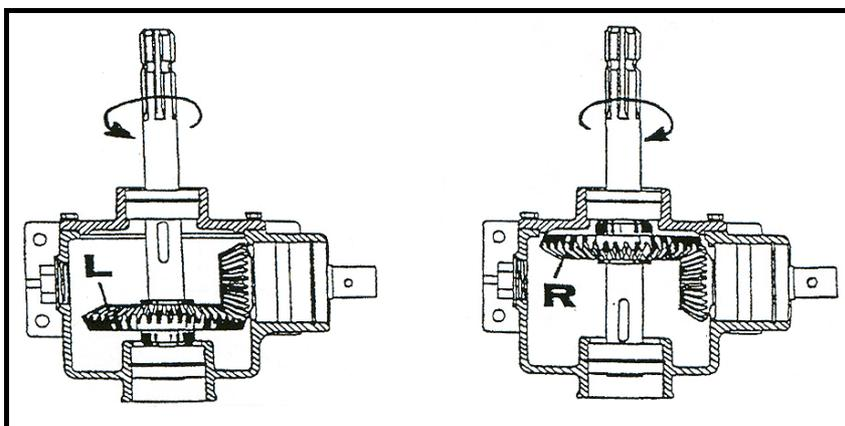

Abbildung 22: Umbau Hauptgetriebe
Bei nachträglicher **Drehrichtungsänderung** muss das Hauptgetriebe **ausgetauscht** werden. (siehe Abbildung 22, (L), (R)).